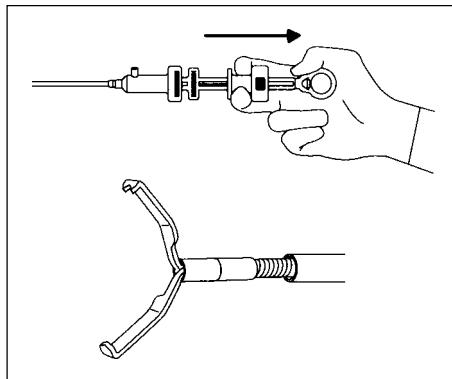

Рис. 3.16.
- 2.** Медленно переместите ползунок в проксимальном направлении и убедитесь, что бранши клипса при этом открываются плавно, как показано на рис. 3.16.